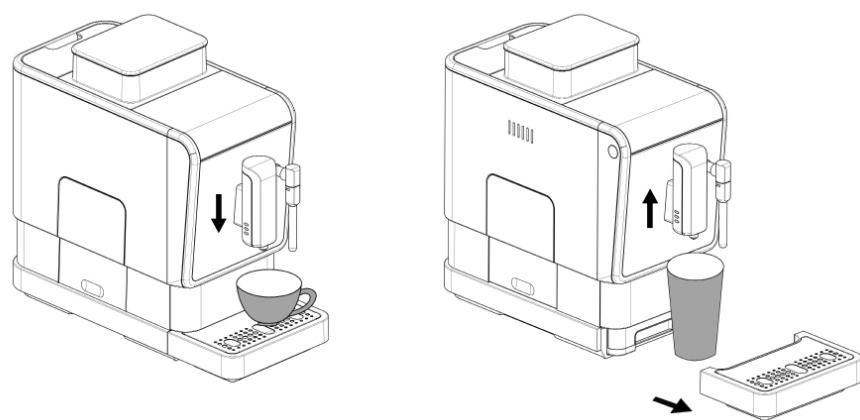

Fig.2
Abra y retire la Puerta de servicio (16) (Ver Fig 2 y 3)